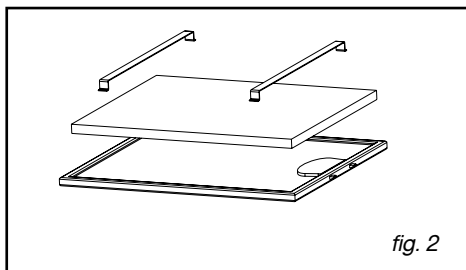

fig. 2
- Retirez les filtres cassettes (fig. 2).